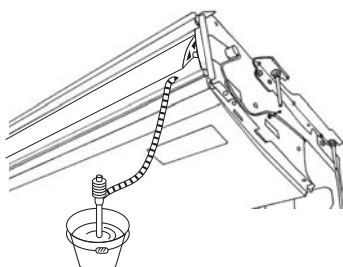

Fig. 5-3
2. Die mit der Anlage gelieferten Rohrmuffenabdeckungen ⑥ an den Verbindungsrohrmuffen ⑤ befestigen.
3. Die Feldauslaufrohrleitung (VP-20) an den Verbindungsrohrmuffen ⑤ mit einem Klebemittel aus Vinyl Chlorid befestigen.
4. Die mit der Anlage gelieferten Rohrleitungsabdeckungen ⑦ (mit Klebeband) umwickeln.
- ① Auslaufpfanne
② Auslaufrohrleitung
③ Rohrmuffenabdeckung ⑥
④ Verbindungsmuffe ⑤
⑤ Abdeckung der Auslaufrohrleitung ⑦
⑥ Verschluss
⑦ Einführungsänge 37mm
5. Auf einwandfreien Auslauf überprüfen. (Fig. 5-3)